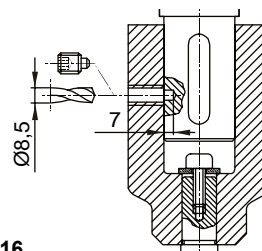

fig. 16
- Efectuar la perforación del eje, utilizando el orificio del manguito de acoplamiento como guía, con una punta de 8,5 mm y por una profundidad de 7 mm (**fig. 16**).